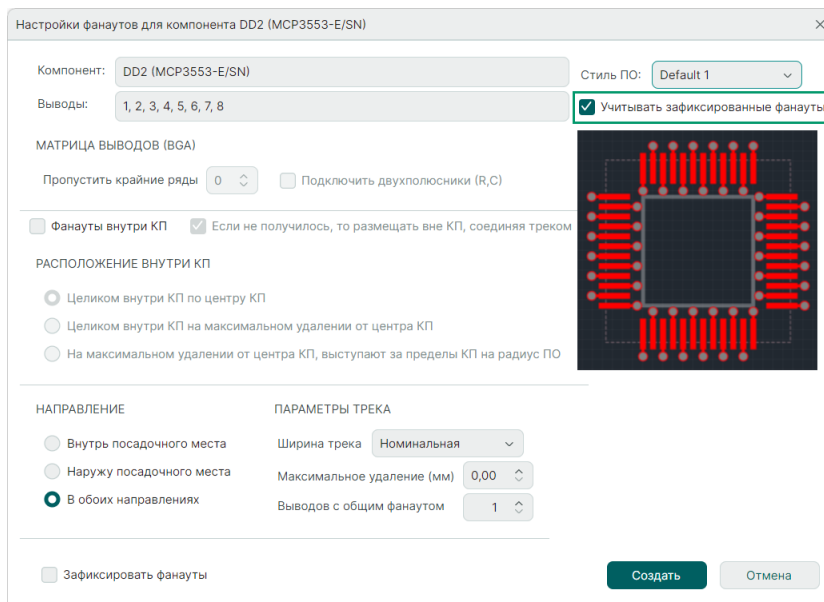

Рис. 303 Учет зафиксированных существующих фанатов
- Учет зафиксированных существующих фанатов при построении новых, с помощью установки флага в чек-боксе «Учитывать зафиксированные фанаты», см. Рис. 303.